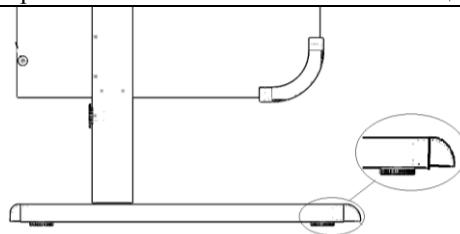

Рис. 28
- 6.1. Стол следует устанавливать на ровную горизонтальную поверхность, обеспечивающую опоры всех ножек, при необходимости отрегулировать стол ножками (см. рис. 28) до горизонтального положения столешницы.